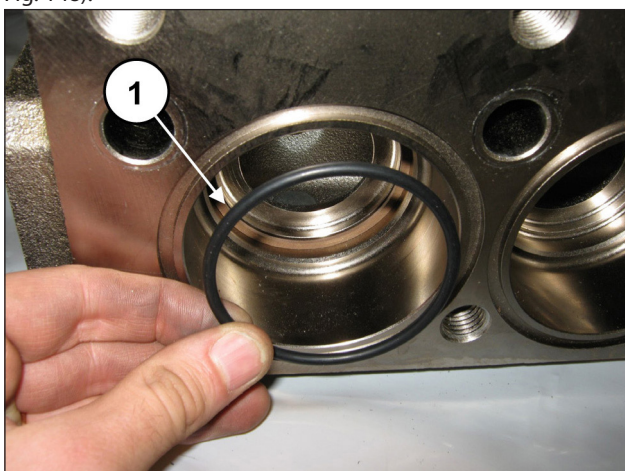

Fig. 148
Introducir la junta tórica, pos. dibujo desglosado 7 (pos. ①, Fig. 148).